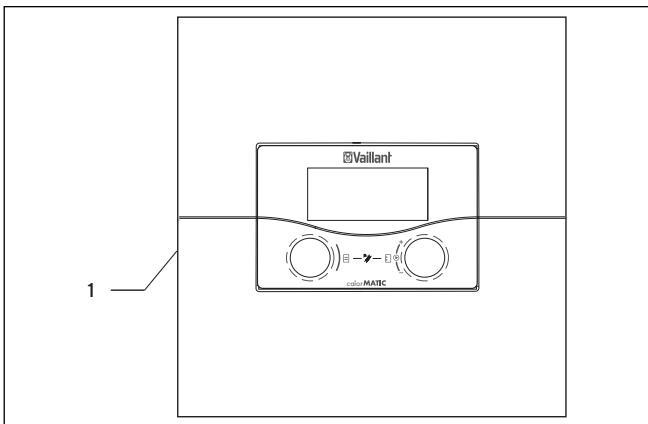

Рис. 10.1 Включение/выключение регулятора
- Установите кулисный переключатель (1) в положение **0**, чтобы выключить регулятор (→ **рис. 10.1**).